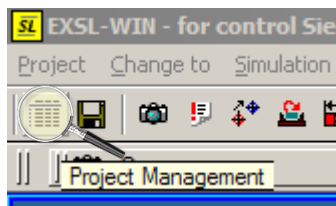

Figura 1.19 Accesarea meniului *Project Management*
1. Dați click pe iconița *Project Management*, ca în figura 1.19: